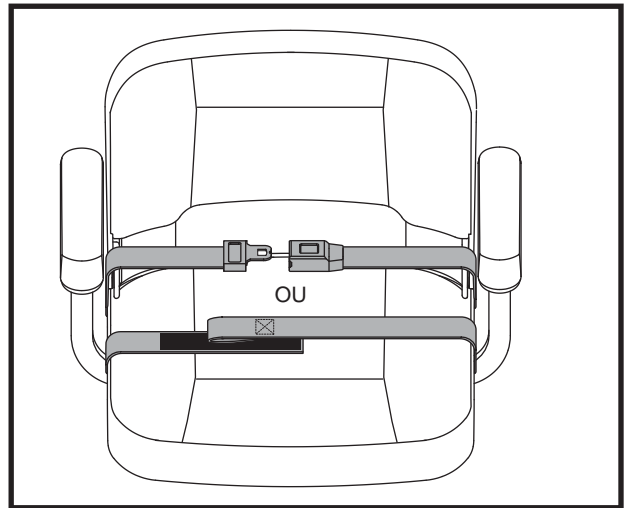

Figure 20. Ceinture de positionnement—De type attache in métal ou Ceinture de positionnement—Crochet réutilisable et boucle de fixation
Votre scooter peut être équipé d'une ceinture de positionnement de type automobile réglable pour votre confort. **Voir la figure 20.** La ceinture de positionnement est conçue pour supporter et empêcher le conducteur de glisser ou d'avancer sur le siège. La ceinture de positionnement n'est pas une ceinture de sécurité.
1. Insérez l'onglet de la ceinture côté droit dans la boucle de ceinture côté gauche jusqu'à ce que vous entendiez le "clic". **Voir la figure 20.**
1. Alignez les deux côtés de la ceinture en plaçant les deux bouts directement au-dessus du côté de l'attache ("crochet") du côté opposé de la ceinture. Pressez fermement ensemble pour attacher. **Voir la figure 20.**